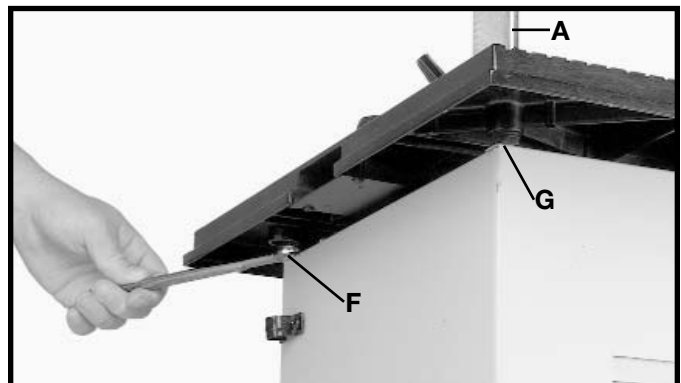

Fig. 26
6. Gire la tuerca de nivelación (F) Fig. 26, situada en la parte posterior de la máquina y debajo de la mesa, contra el sentido de las manecillas del reloj lo más lejos posible hacia el interior de la mesa.
7. Gire la tuerca de nivelación (G) Fig. 26 a la derecha o a la izquierda hasta que la superficie de la mesa (adelante y atrás) esté a 90 grados de la vara de metal (A).
8. Gire la tuerca de nivelación (F) Fig. 26 en el sentido de las manecillas del reloj hasta que haga ligero contacto con el tope del gabinete.